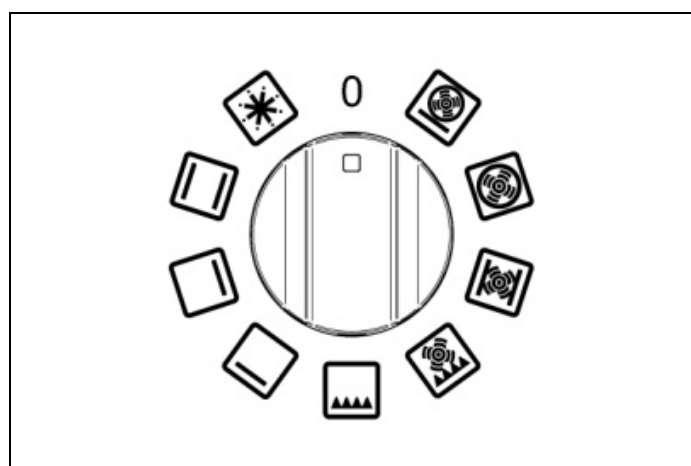
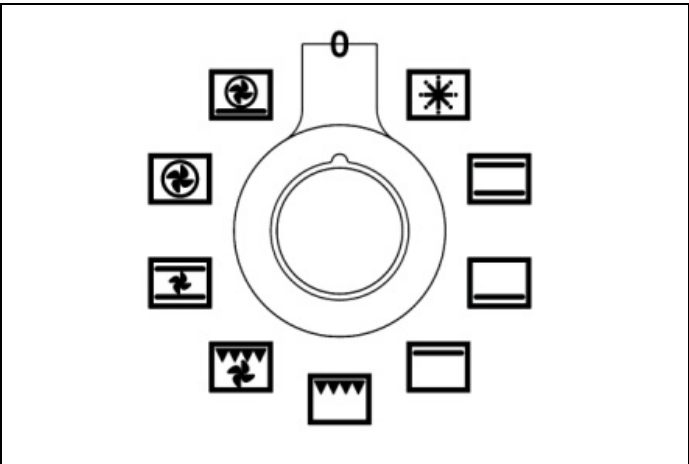
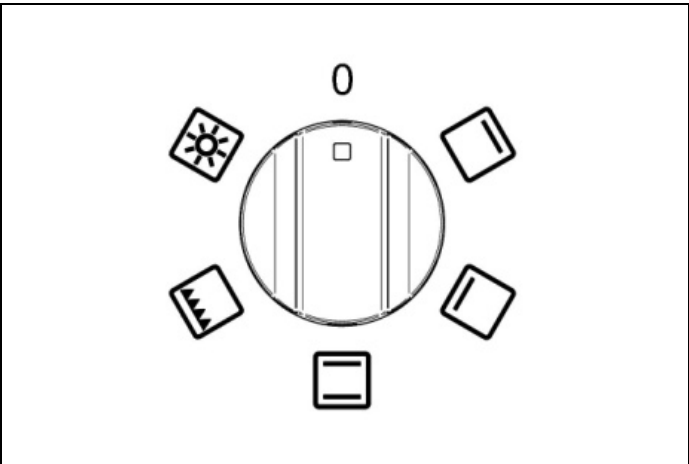
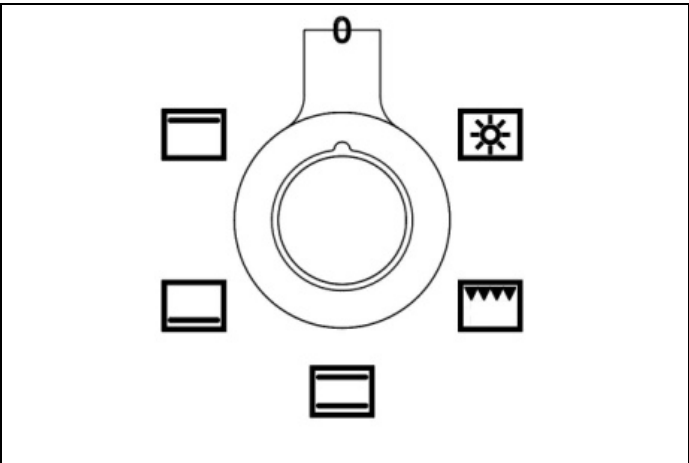

Fig. 19
Fig. 20
Fig. 21
Fig. 22
- 1) Vri funksjonsknotten (Fig. 19 - Fig. 20 og Fig. 21 - Fig. 22) med klokken for å velge den funksjonen man ønsker å bruke.